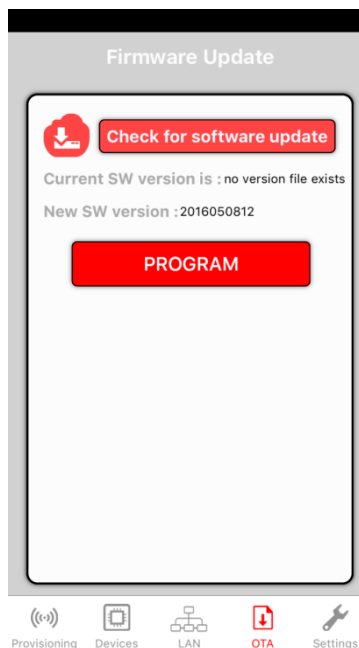

图 24. 移动应用程序检查软件更新完毕
2. 在图 24 中，单击检查软件更新 (Check for software update) 按钮会开始从数据存储服务器下载新软件版本处提示的新软件版本。